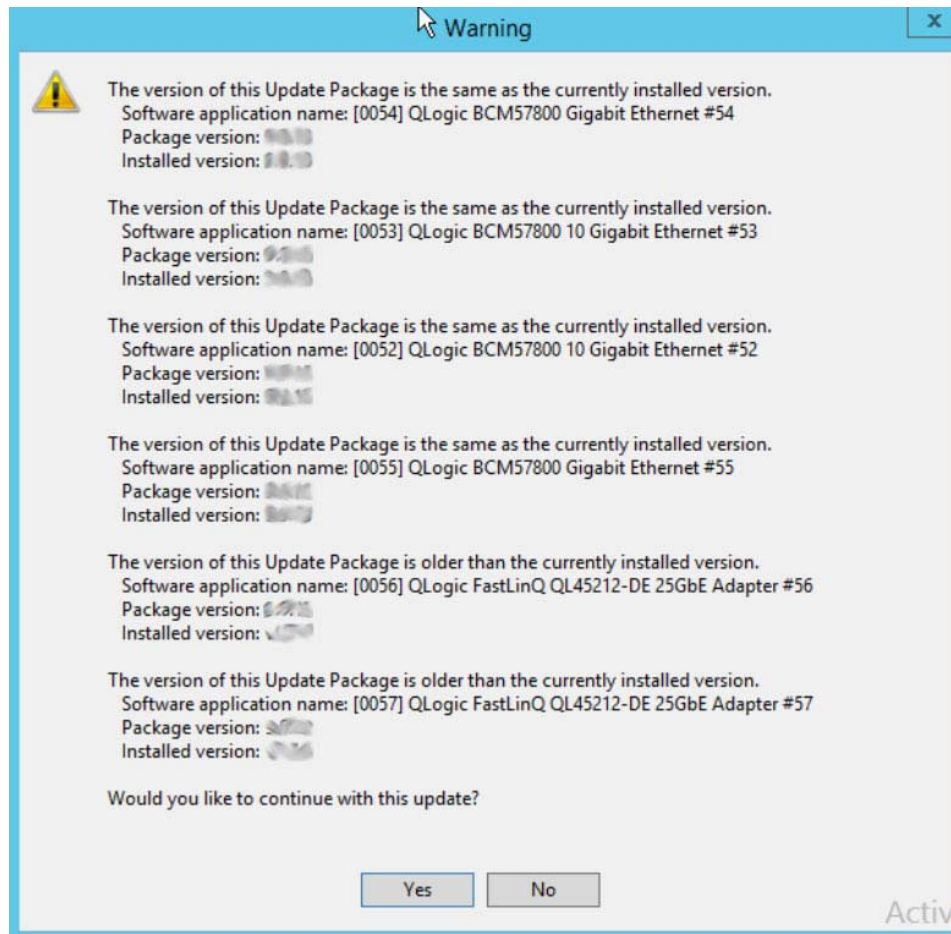

Figure 4-2. Progiciel de mise à jour Dell : Continuer la mise à jour
2. Suivez les instructions à l'écran. Dans la boîte de dialogue d'avertissement, cliquez sur **Yes** (Oui) pour continuer l'installation, comme l'illustre la Figure 4-2.